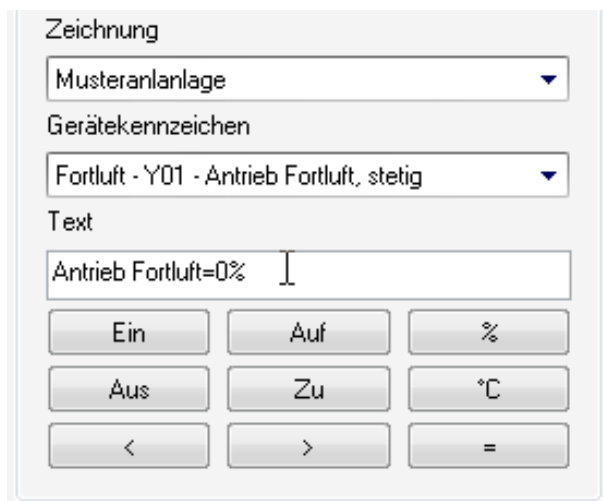

Bild 1.9 – Textbeschreibung der Aktion anpassen
- Wählen Sie als *Typ Aktoren* und aus dem Listenfeld *Zeichnung* die *Musteranlage*. Das erste *Gerätekennezeichen* soll *Fortluft Y01 . . .* sein (Abb. 1.9).